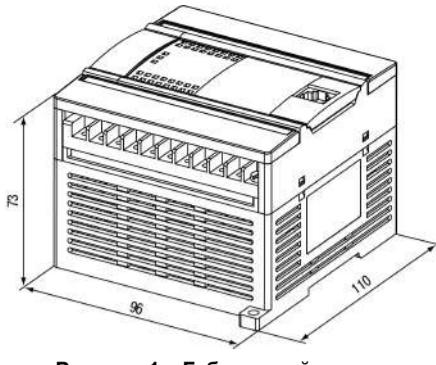

Рисунок 1 – Габаритный чертеж
- Убедиться в наличии свободного пространства для подключения прибора и прокладки проводов (см. и рисунок 1).